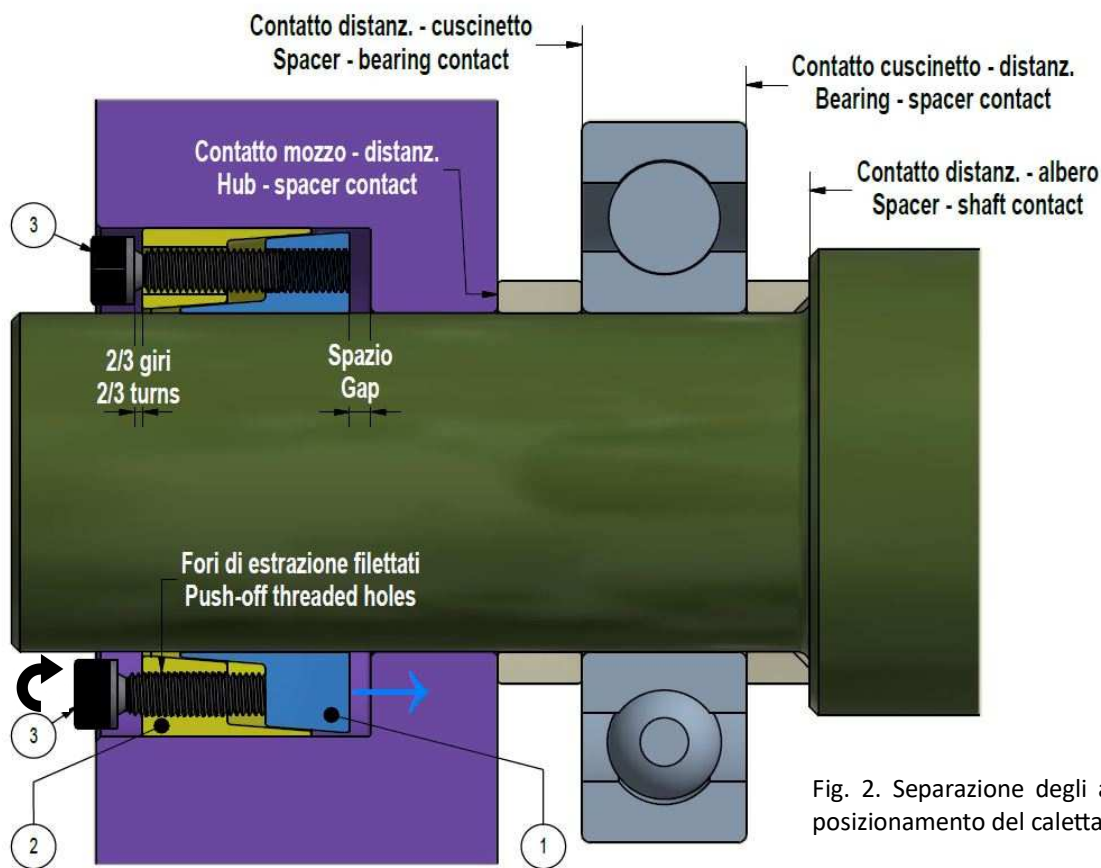

Fig. 2. Separazione degli anelli e posizionamento del calettatore.
2. Allentare tutte le viti di due/tre giri e spostarne almeno due nei fori filettati dell'anello esterno. Serrare leggermente queste viti, in modo da **separare gli anelli per una più facile installazione del calettatore** (fig. 2).
3. Inserire il calettatore nel foro del mozzo ed installare l'assieme sull'albero, assicurandosi che gli elementi collegati si trovino nella posizione desiderata. **Gli anelli interno ed esterno devono essere completamente supportati rispettivamente da albero e mozzo** (fig. 2). **La faccia posteriore del mozzo deve essere a stretto contatto con l'elemento contiguo; gli elementi contigui al mozzo devono essere fissati assialmente sull'albero** (fig. 2). A questo punto, riposizionare le viti usate per separare gli anelli. Nel caso di mozzi con spallamento, lasciare qualche millimetro di spazio tra l'anello esterno e lo spallamento (fig. 2).